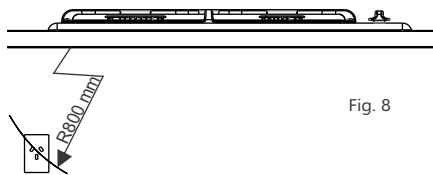

Fig. 8
- ✗ El tomacorriente debe estar en lo posible por debajo del anafe. Ver fig 8.